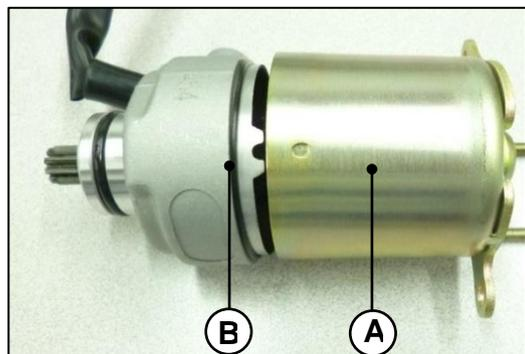

Fig.41
Remueva el armazón (A) del motor de arranque tener precaución con el oríng (B) retire el inducido Fig.41